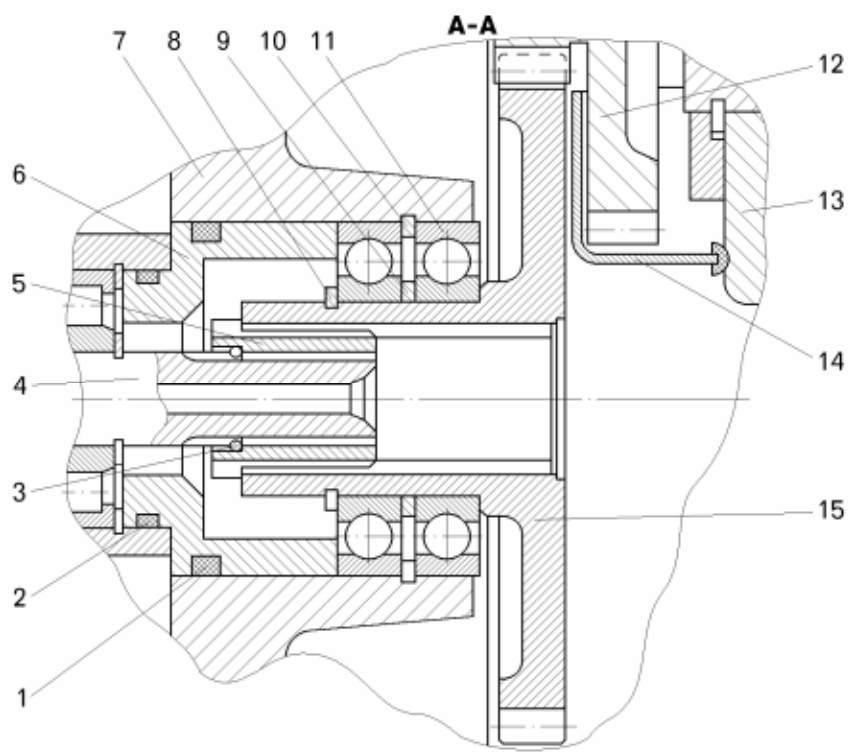

Рисунок 6.32 – Привод масляного насоса (разрез А-А смотри рисунки 6.1, 6.2):
– выполнить необходимую под сборку картера 19 (смотри рисунок 6.6) гидротрансформатора, установив в картер подшипники 11 (рисунок 6.32), распорные 9 и стопорные 8, 10 кольца подшипников, ведомую 15, промежуточную 41 (смотри рисунок 6.6) шестерни привода насоса, а также кожух нижних шестерен;